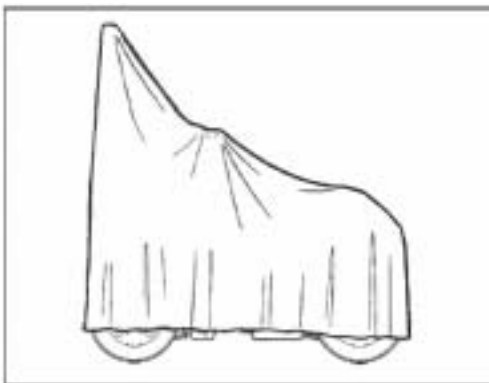

Рисунок 52 Защита катка от воздействия погодных условий
- * Опустить кожух приборной панели. Накрывать машину брезентом полностью. ВНИМАНИЕ: Брезент не должен касаться земли (смотри рисунок 52). Каток желательно хранить в закрытом помещении при постоянной температуре.